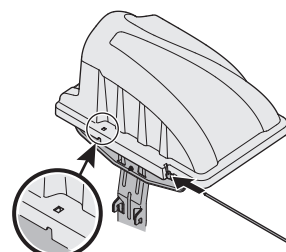
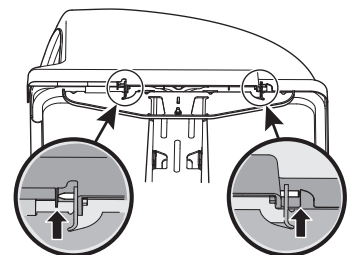

Figura 16
Figura 17
6. Deslice el pasador de horquilla (711-04988) en el orificio ubicado en la lengüeta de montaje, como se indica en la Figura 16. Use las ventanas caladas (vea el recuadro de la Figura 16) para alinear el pasador de horquilla del otro lado y empujelo completamente hasta que llegue al tope. En este punto el pasador calza en su posición y queda asegurado por una lengüeta en la cubierta de la embolsadora. Consulte la Figura 17.